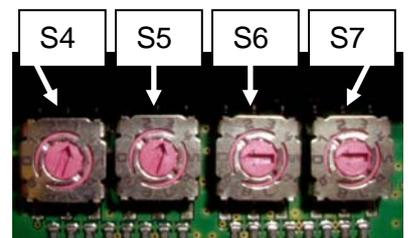

Bild 1
- Konfigurieren des Geräts mit Adressen (siehe Bild 1)